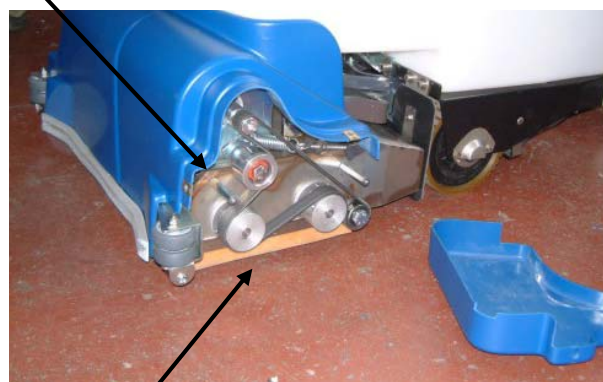

FIGURA 3.2
- **Sicurezza antischiacciamento:** Su questa macchina, per evitare lo schiacciamento dell'operatore in marcia indietro, è inserita una sicurezza (particolare 1 figura 3.2) consistente in un leverismo di emergenza, che venendo in appoggio con l'addome dell'operatore, blocca la macchina (e inverte il senso di marcia per un paio di metri), in modo da evitare o ridurre al minimo l'urto o lo schiacciamento dovuto ad una manovra errata.